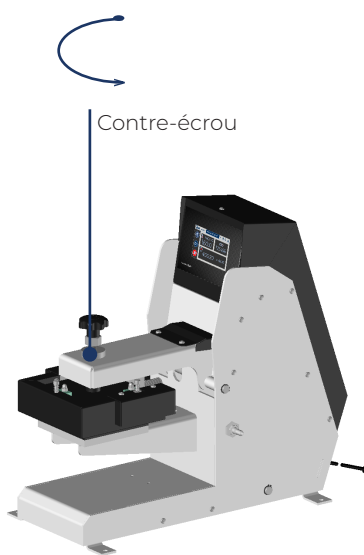

Figure 1
1. Desserrez le contre écrou comme indiqué en Figure 1.